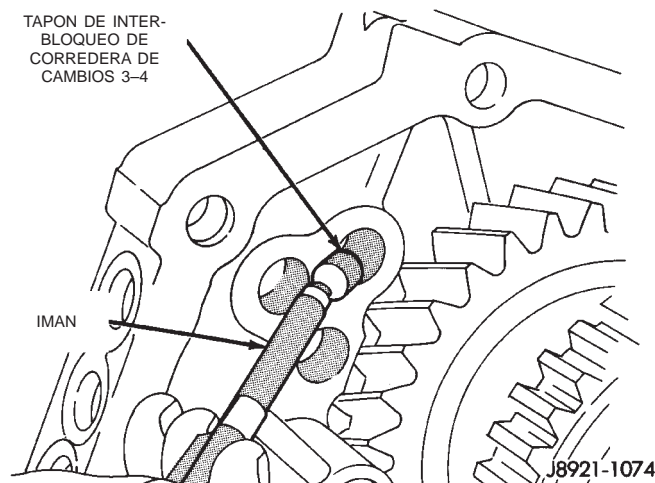

Fig. 72 Desmontaje de tapón de interbloqueo de corredera de cambios 3-4
(24) Retire el tapón de interbloqueo de la corredera de cambios 3-4 de la placa intermedia, empleando un imán pequeño (Fig. 72).